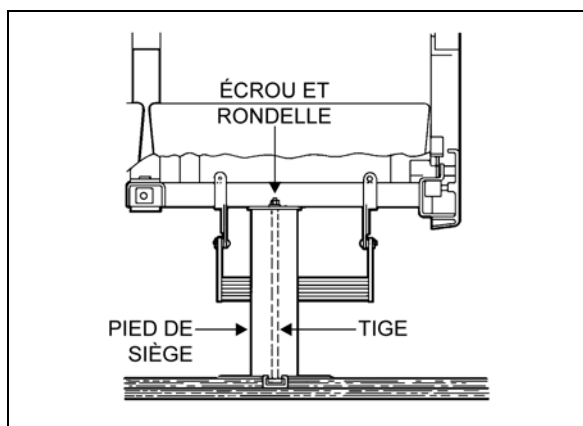

FIGURE 84: SOCLE DE SIÈGE
5. Retirer les deux écrous et les deux rondelles qui fixent le châssis de siège aux tiges du socle. Voir la Figure 84.